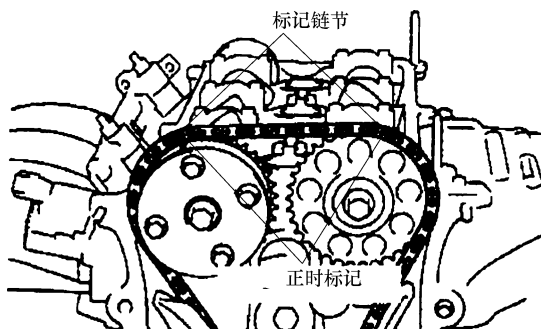

图 22-54 安装链条张紧器滑板
5) 如图 22-54 所示, 安装正时链条张紧器滑板, 滑板应固定在气缸体定位器上。